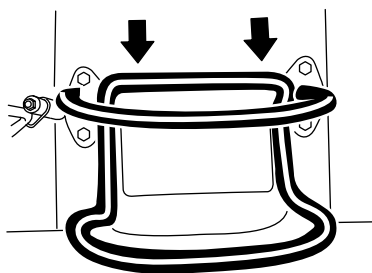

Bild 7
- Bewegen Sie den Fahrtriebshebel nach hinten, um rückwärts zu fahren (Bild 7). **Schauen Sie beim Rückwärtsfahren nach hinten und achten Sie auf Hindernisse, fassen Sie den Anschlagbügel mit den Händen an.**